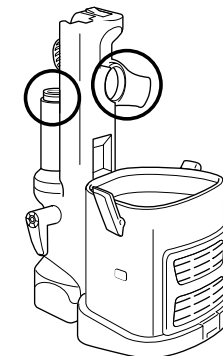

Fig. 31
- Retirez le récipient à poussière et le tube rallonge, puis séparez l'aspirateur portatif Lift-Away de la buse à plancher motorisée. Vérifiez les quatre orifices pour détecter toute obstruction. **(Fig. 31)**